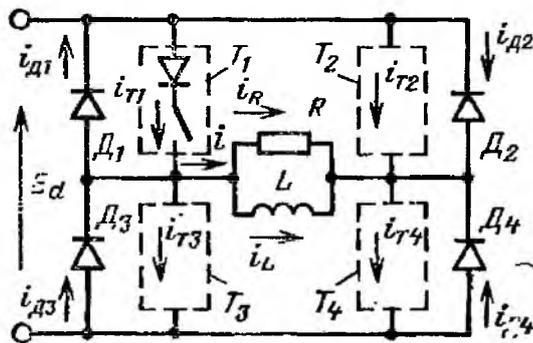

Рис. 9. Схема идеального однофазного мостового инвертора
13. На рис. 9 показана схема однофазного инвертора, в которой тиристоры заменены диодами и ключами, соединенными последовательно. Нагрузка состоит из параллельно соединенных резистора и реактора. Построить кривые токов  $i_d, i, i_{D1}, i_{D2}, i_{D3}, i_{D4}, i_{T1}, i_{T2}, i_{T3}, i_{T4}$  и напряжения  $u$  и найти средние значения токов тиристоров и диодов, если  $E_d = 10$  В,  $L = 1$  мГн,  $f = 100$  Гц и а)  $R = 1$  Ом, б)  $R = 0,4$  Ом, в)  $R = 0,1$  Ом.